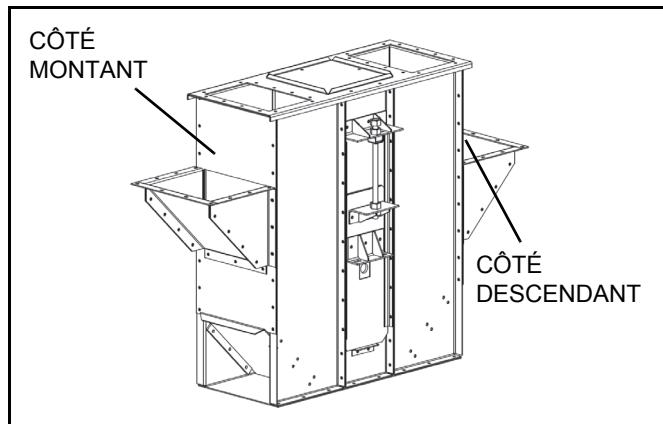

Figure 3.8
3. Monter la ou les trémies d'admission sur le côté montant ou le côté descendant du carter, ou sur les deux côtés, si cela est requis (Figure 3.8). Il est toujours préférable de ne pas placer le bas de la trémie d'admission plus bas que le centre de la poulie du carter. La capacité de l'élevateur peut être réduite si la trémie d'admission est mal placée.